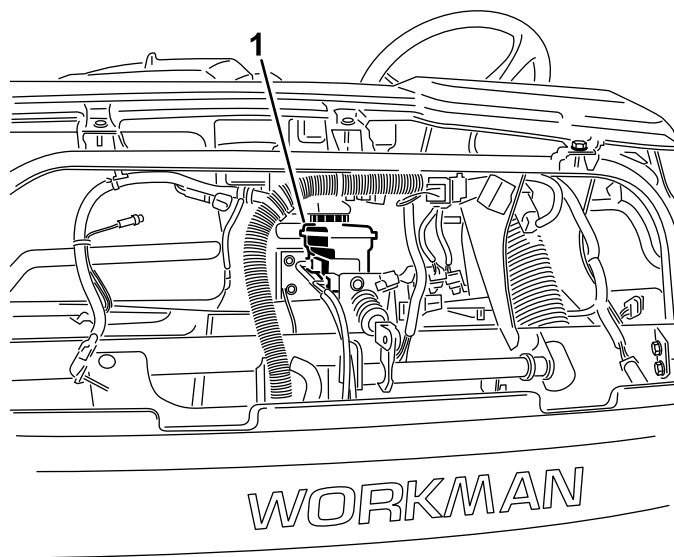

Figura 25
**Nota:** Pode remover o acesso ao reservatório pelo capot a partir da parte da frente da máquina (Figura 25).